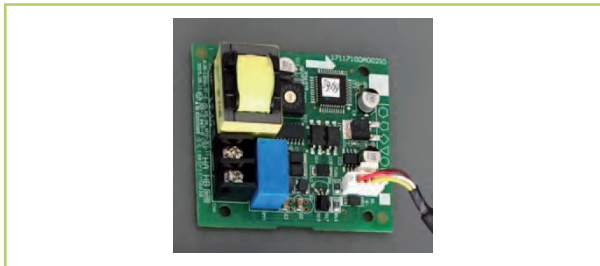

Abb. 4: Anschlussplatine
Im Lieferumfang der Kabelfernbedienung befindet sich eine Anschlussplatine (Abb. 4). Diese wird im Innengerät des Klimagerätes eingesetzt und mit der Steuerplatine verbunden.
1. ➤ Befestigen Sie die Anschlussplatine (Abb. 4) im Innengerät oder setzen Sie diese extern. Achten Sie auf eine kurzschlusssichere Installation.